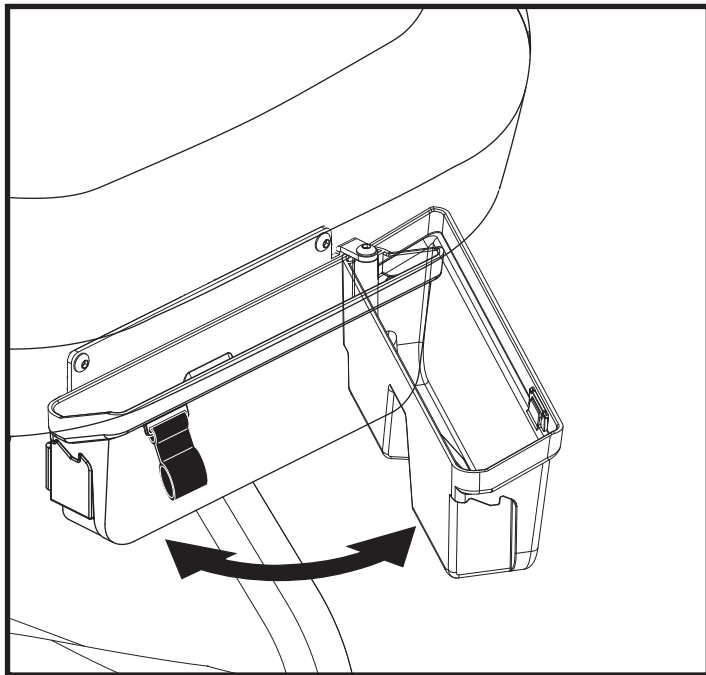

图9. 储藏室
2. 将储物箱摆到打开位置。 参见图9。
1. 向上和向外拉储物把手，打开储物箱。见图9。
3. 从存储支架上卸下两个螺栓。参见图9。